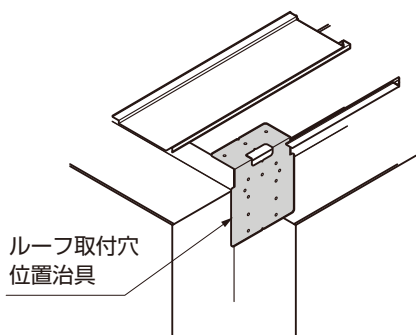

図11-33
- ルーフ取付穴位置治具の折り曲げ部を樋の入隅部に突き当てると正確に位置出しができます。(図11-33参照)